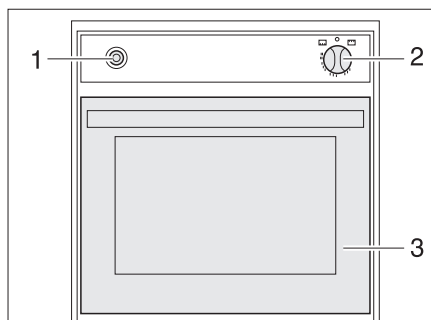

Bild 235 Gasbackofen (Spinflo)
- Backofenklappe (Bild 235,3) ganz öffnen.
- Drehregler (Bild 235,2) leicht drücken und auf "🔥" (Backofen) oder "GRILL" stellen.
- Drehregler (Bild 235,2) drücken und 5 bis 10 Sekunden lang gedrückt halten. Es strömt Gas zum Brenner.
- Zündschalter (Bild 235,1) so oft drücken, bis die Flamme brennt.
- Drehregler (Bild 235,2) auf "0" drehen. Die Flamme erlischt.